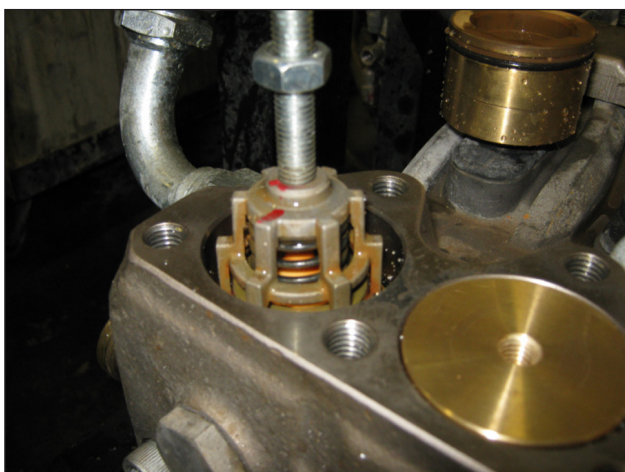

Abb. 19
- Entfernen Sie die Saugventilgruppen der Pumpen KT34-KT36-KT40-KTR40-KT36B-KT40B-WK8-W120120-W100140 mithilfe eines Abziehers mit Schlagwerk Art. 26019400 in Verbindung mit dem Werkzeug Art. 27513600 (Abb. 19).